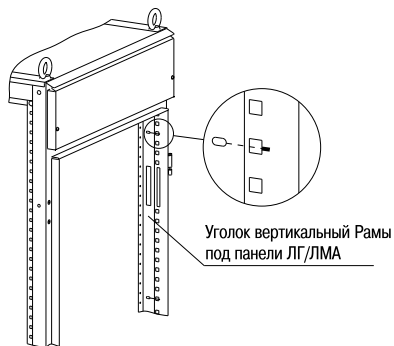

Рисунок 30
16.1 Приложите уголок вертикальный Рамы под панели ЛГ/ЛМА к стойке корпуса (рисунок 30) и отметьте квадратные отверстия 9 мм, в которые необходимо установить кузовные гайки.